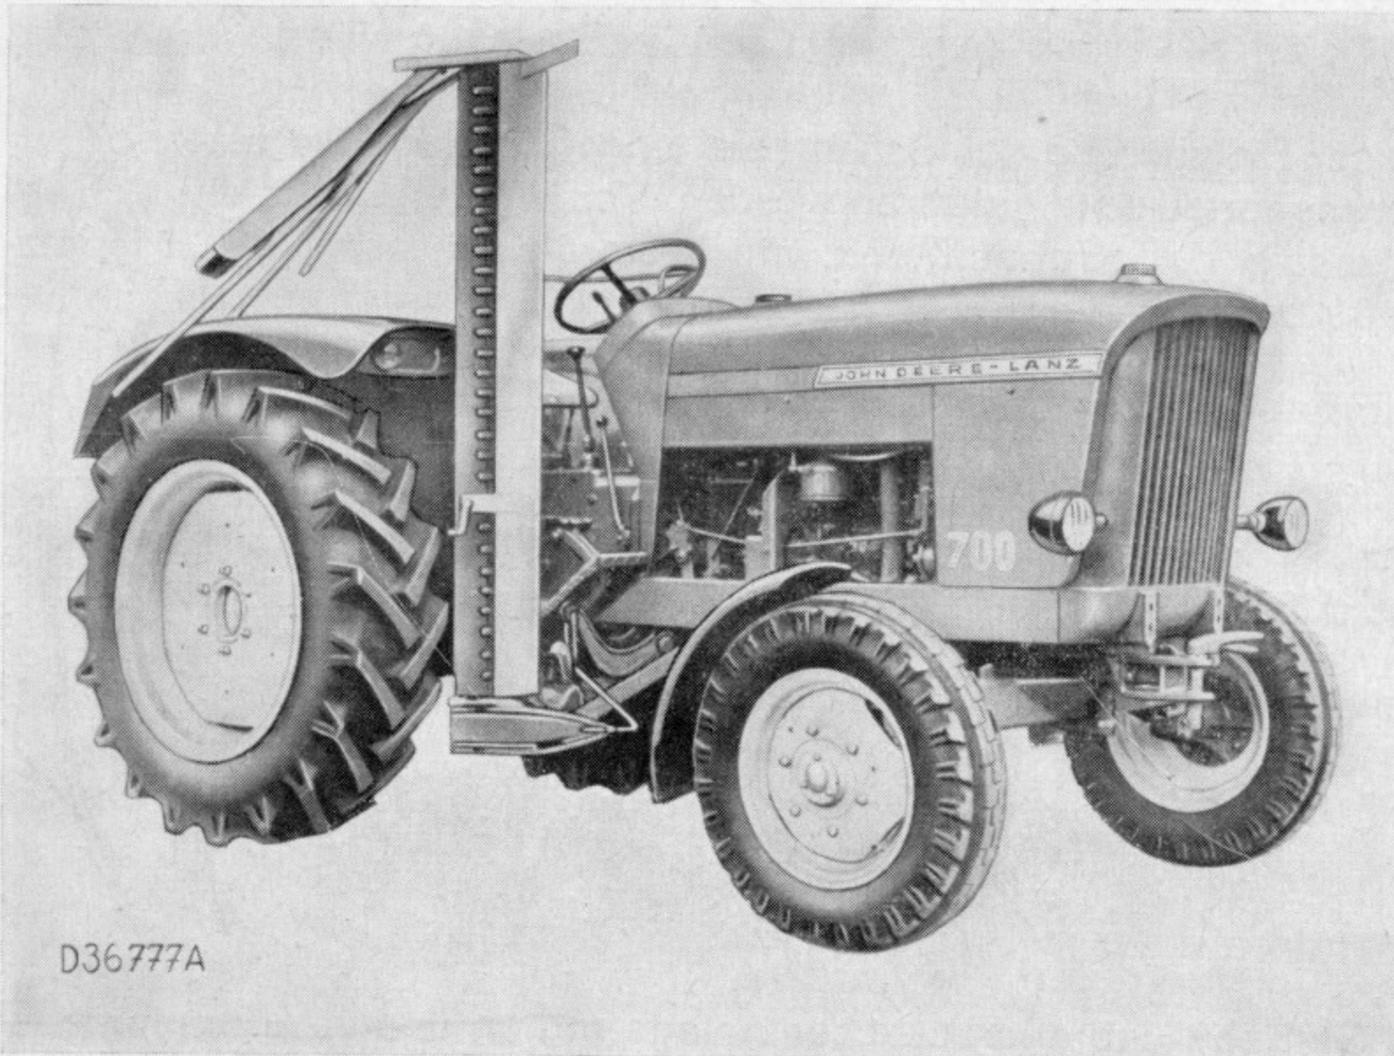

Bild 249.
1. Mähwerk — 5 bzw. 6 Fuß, Normal- oder Mittelschnitt, mit Rutschkupplung und hydraulischer Aushebung (Bild 249).